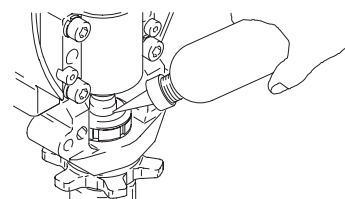

Fig. 16
- Fig. 16. Fyld pakningsomløberen med Graco TSL gennem en af rillerne, indtil væsken flyder oven på pakningens overside.